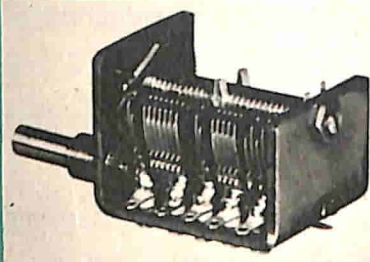

Fig 1
Nuovi condensatori a capacità variabile e comandi di precisione, adatti per la sintonizzazione di ricevitori radio ad alte prestazioni e per impianti di comunicazioni, sono stati introdotti recentemente sul mercato dalla Compagnia inglese Jackson Brothers Ltd. Nella *fig. 1* è presentato il condensatore variabile a cinque sezioni *tipo 005*, studiato per ricevitori supereterodina a transistori, il quale comprende due sezioni a modulazione di ampiezza (MA), tre sezioni a modulazione di frequenza (MF), ed una riduzione con rapporto 3:1, racchiuse in un telaio che misura appena 35 x 38 x 43 mm. Le sezioni MA possono essere uguali oppure essere disposte in modo da interferire fra loro per pro-